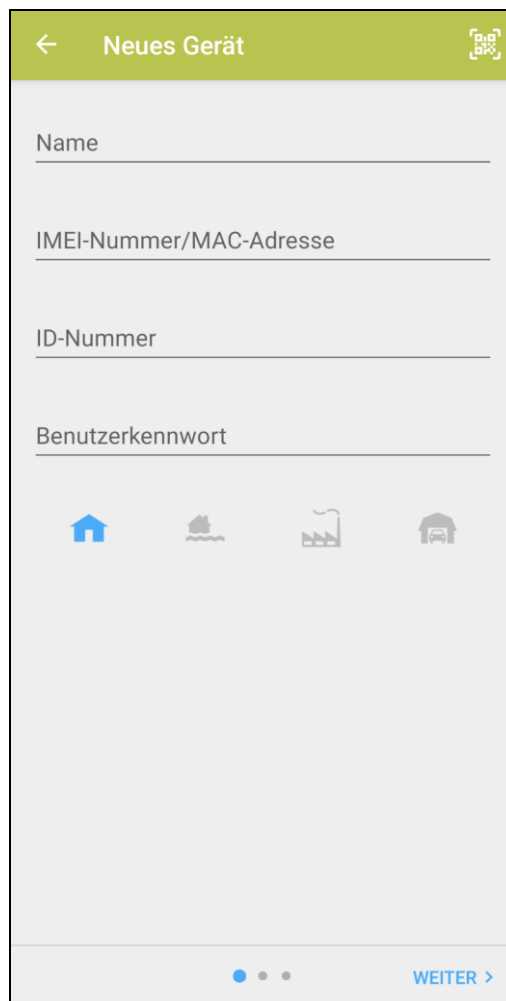

Abb. 5. PERFECTA CONTROL App (Android): Bildschirm zum Hinzufügen eines neuen Alarmsystems.
3. Es wird ein Bildschirm zum Hinzufügen eines neuen Alarmsystems angezeigt (Abb. 5).